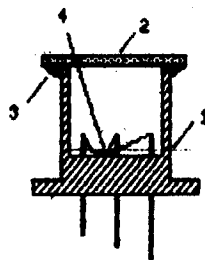

Рис. 5. Доработка транзистора КТ3102
За основу берется транзистор типа КТ3102 (с любой буквой, но с коэффициентом усиления по току не ниже 400). Крышка корпуса (1) транзистора (рис. 5) аккуратно удаляется (это легче всего сделать, спилив ее углы надфилем) и вместо нее подклеивается стекло (2). В качестве последнего лучше всего использовать покровное стекло для работы с микропрепаратами, толщиной 0.5—1 мм. Поставив транзистор на стекло, нанесите снаружи на стык корпуса со стеклом эпоксидный клей (3) и после его затвердевания лишнее стекло осторожно обломите (или опишите алмазным диском либо надфилем). Возможно, придется испортить несколько стекол, прежде чем получится приемлемый результат. В крайнем случае можно использовать вместо стекла прозрачную пластмассу (оргстекло, полистирол), но при этом трудно добиться герметичной склейки, а ее оптические свойства намного хуже.